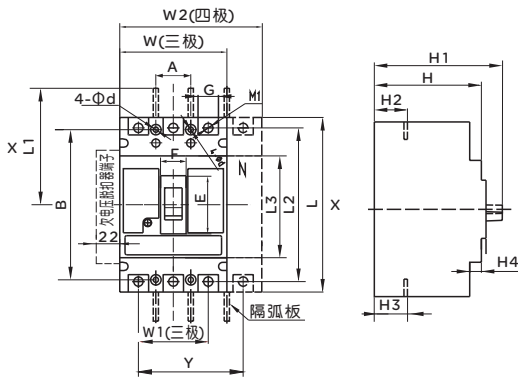
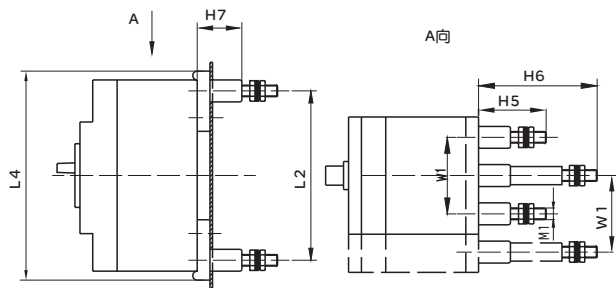
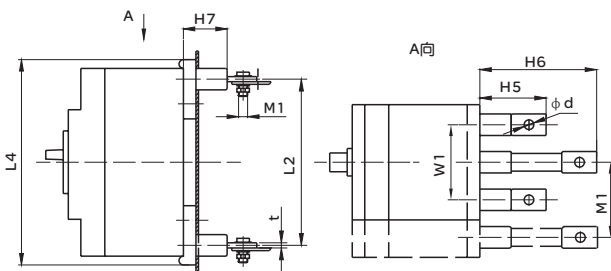
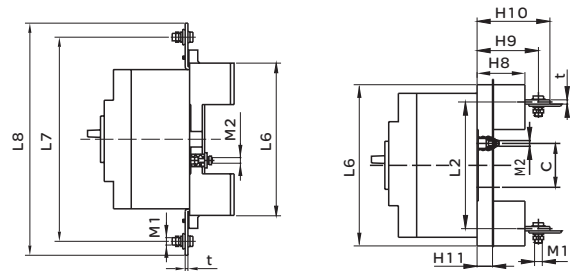

图2 固定式板前接线
图3 RDM1E-125、250固定式板后接线
图4 RDM1E-400、800固定式板后接线
图5 插入式板前接线 (三极) 图6 插入式板后接线(三极、四极)
外形尺寸见图2、图3、图4、图5、图6及表10
- (1) 板前接线外形尺寸见图2 (X-X、Y-Y为三极断路器中心)
- (2) 板后接线外形尺寸见图3, 见图4 (630壳架暂不提供)
- (3) 插入式板前接线外形尺寸见图5 (630壳架暂不提供)